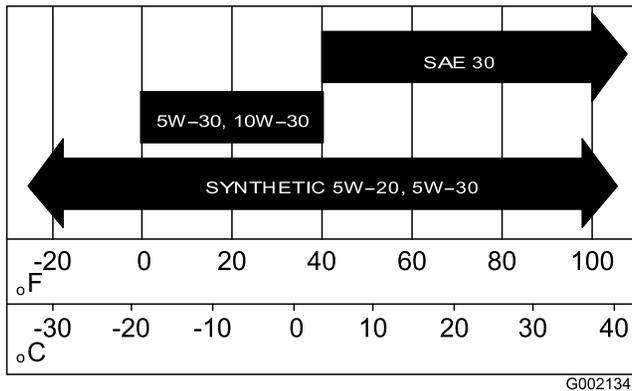

Bild 31
5. Füllen Sie das Kurbelgehäuse mit der richtigen Ölsorte und Viskosität, siehe Bild 31 unter Wechseln des Motoröls (Modell 07273 und 07273TC) (Seite 31).